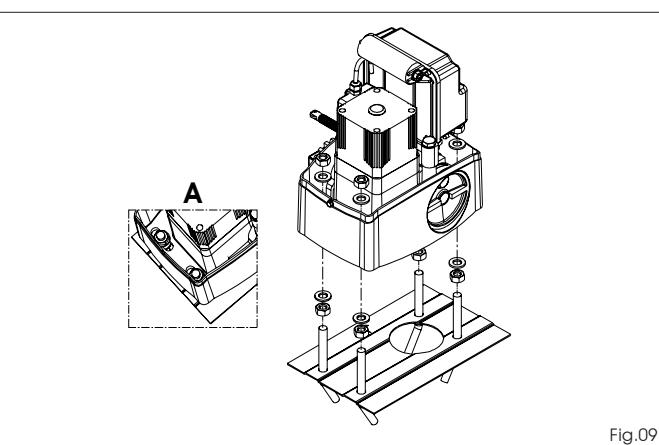

Fig.09
- 2- Placer l'opérateur sur la plaque de fondation en utilisant les rondelles et les écrous fournis d'après la Fig. 09. Durant cette opération faire passer les câbles à travers les ouvertures spécifiques réalisées dans le corps du moteur (Voir Fig. 01 réf. 9). Si nécessaire, il est possible, en utilisant un marteau, d'ouvrir les deux trous en obtenant un passage plus large.